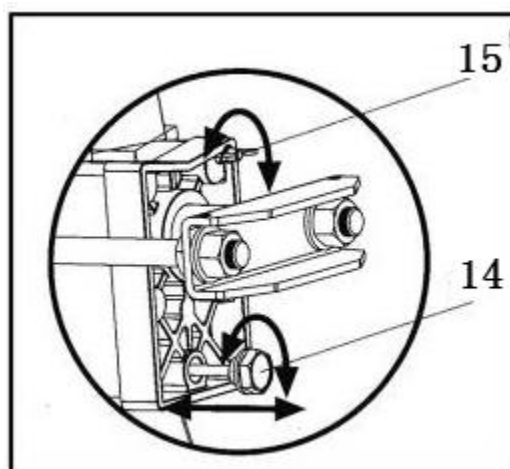

Fig. 7
Avant d'utiliser la fendeuse de bûches, la vis de purge (15) (Fig. 7) doit être desserrée de quelques tours jusqu'à ce que de l'air entre et sorte du réservoir d'huile.
2. Dévissez le boulon (14) (fig.7) de vidange d'huile avec jauge afin de le retirer.